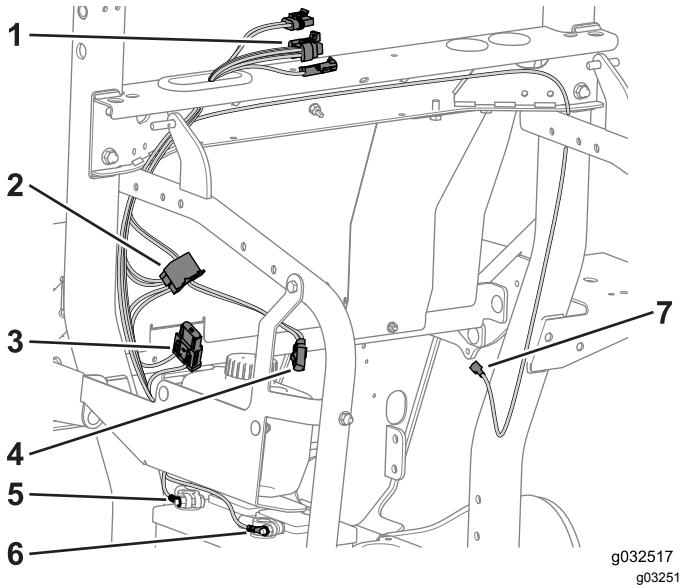

Рисунок 38
1. Проложите три разъема кабины через уплотнительную втулку (Рисунок 38).
2. Проложите провод вспомогательного питания через опору рамы, вниз вдоль трубы конструкции защиты оператора при опрокидывании машины (ROPS) и к органам управления на пульте оператора (Рисунок 38).